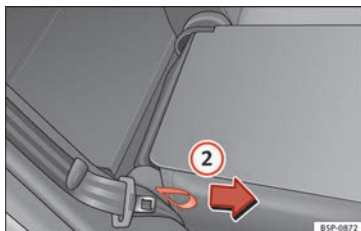

Fig. 82 Levantar el respaldo de los asientos posteriores.
– Tire del lazo situado en el lateral del asiento » **fig. 82 ②** en la dirección de la flecha y levante el respaldo hasta que encastre.